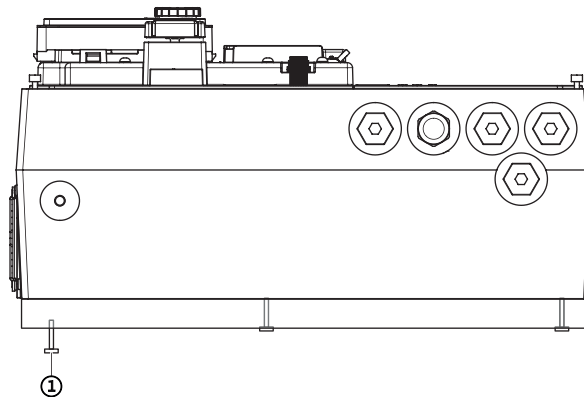

Fig. 115: Desserrer la plaque d'adaptation
6. Desserrer les vis de la plaque d'adaptation située sur la face inférieure du module électronique (Fig. 115, pos. 1).